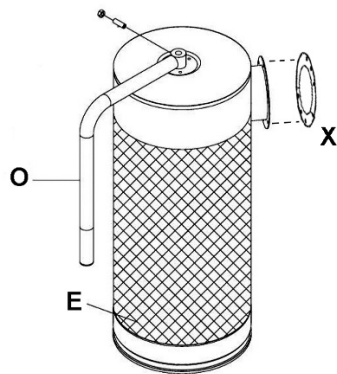

Abbildung 8
9. Die Griffeinheit (O) mit Befestigungsschraube und Mutter am Topffilter (E) anbringen. Siehe Abbildung 8.